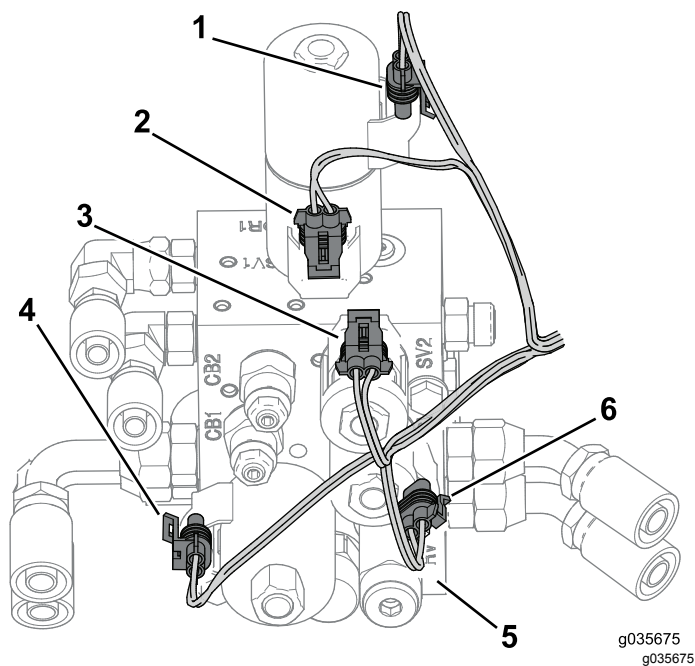

図 22
4. ワイヤハーネスを油圧マニホールドに接続する 図 22。